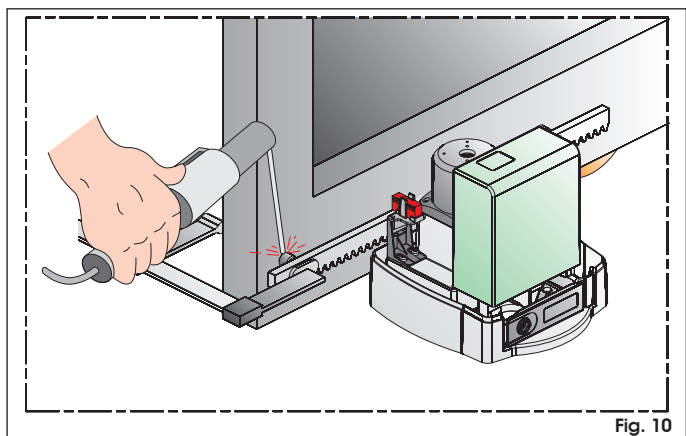

Fig. 10
4. Apoye sobre el piñón el primer elemento de cremallera en coincidencia con el primer distanciador (fig. 10).
5. Fije el elemento de cremallera a la hoja con una grapa (fig. 10).
10. Suelde los tres distanciadores del elemento (fig. 10).